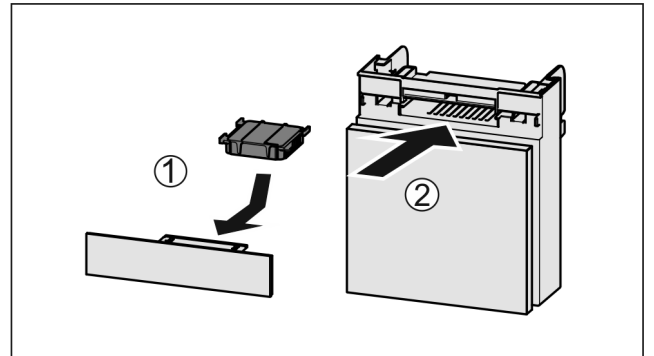

Fig. 133
- ▶ 按图装入 Fig. 133 (1) 活性炭过滤器。
- ▶ 推入 Fig. 133 (2) 抽屉。